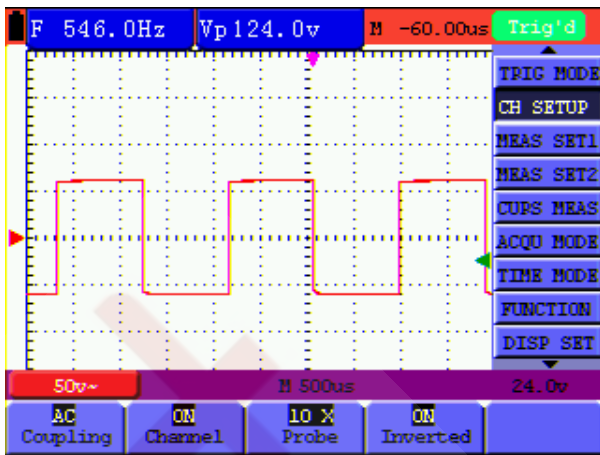

Рисунок 40. Настройка осциллограммы по вертикали
3. Используйте кнопки F1-F4 для настройки доступных параметров (см. рисунок 40).